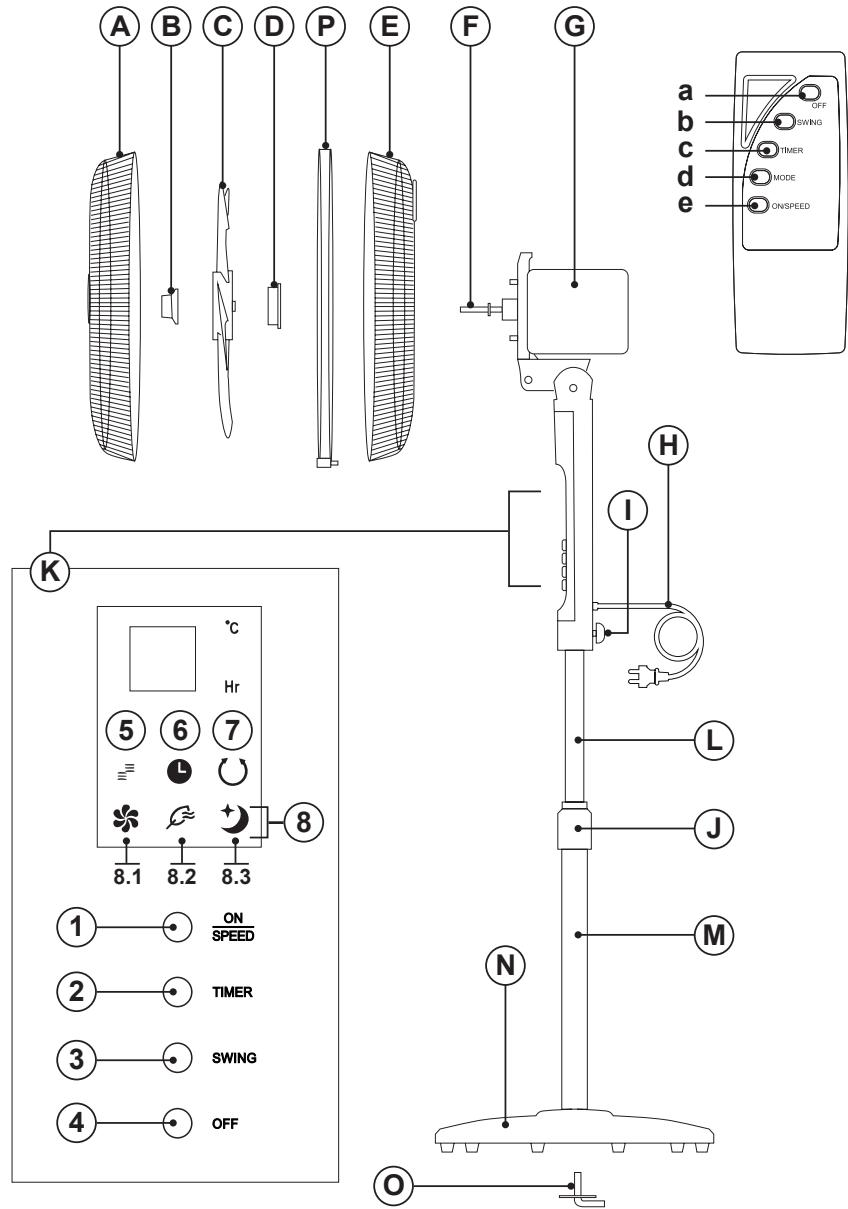

Fig. 1
- Encaje la base con la columna y fíjela con el tornillo de base suministrado. (Fig. 1).